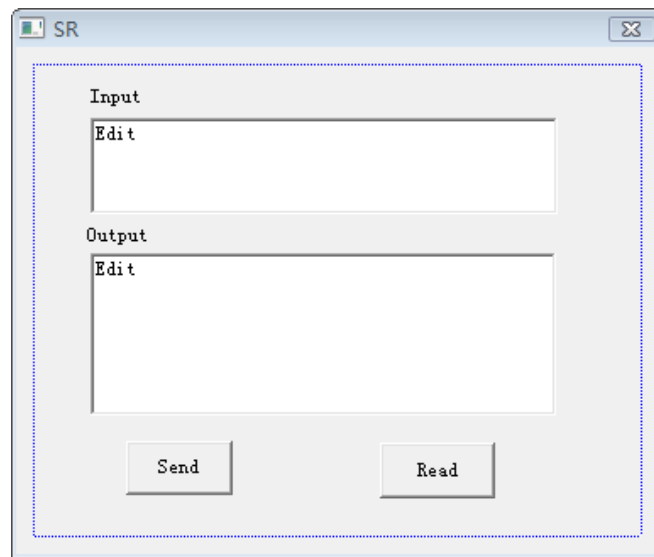

图 4-1-4
5. 添加控件 Static TextEdit和 Button 如图 4-1-4 所示。